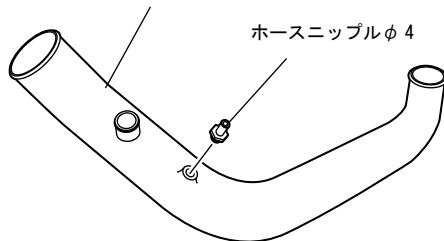

図5
- (1) サクションパイプにホースニップルφ4を取付けてください。取付ける際は、ネジ部に市販のシールテープ等を巻くなどしてエア漏れしないようにしてください。(図5)